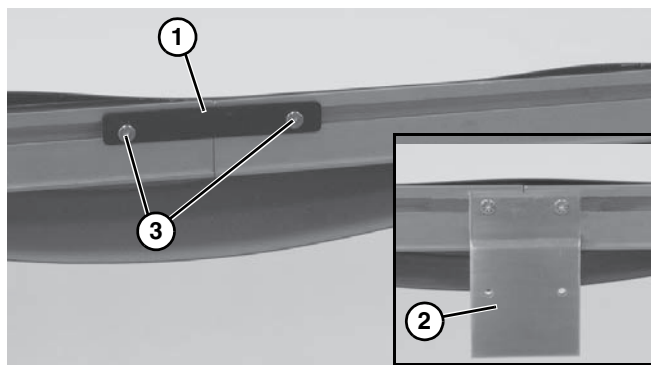

Figure 6
- Una las secciones del transportador e instale las placas conectoras del bastidor (**Figure 6, item 1**) o las abrazaderas conectoras/de montaje (**Figure 6, item 2**) y los tornillos (**Figure 6, item 3**) de ambos lados como se indica. Apriete los tornillos a 60 in-lb (7 Nm).